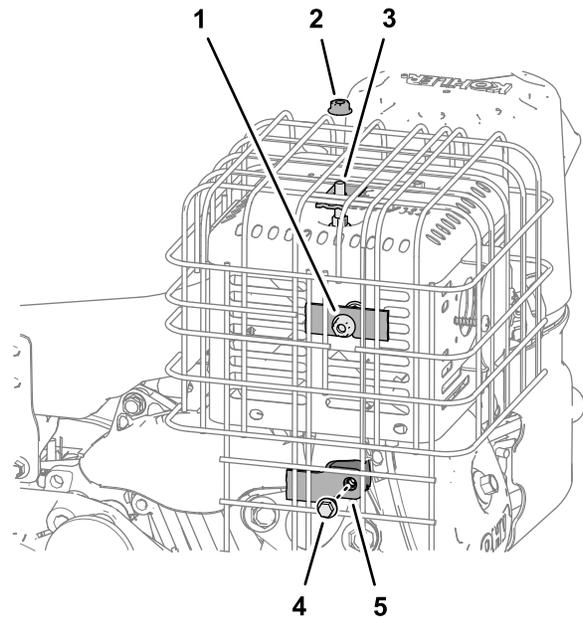

Bild 34
2. Entfernen Sie die Bundmutter, mit welcher das Auspuffschutzblech am Stift oben am Auspuff befestigt ist (Bild 34).
3. Lösen Sie die Bundmutter auf der äußeren Seite des Auspuffschutzblechs (Bild 34).
4. Entfernen Sie die Bundkopfschraube, die die Auspuffschutzblechbefestigung am Auspuffrohr befestigt (Bild 34).